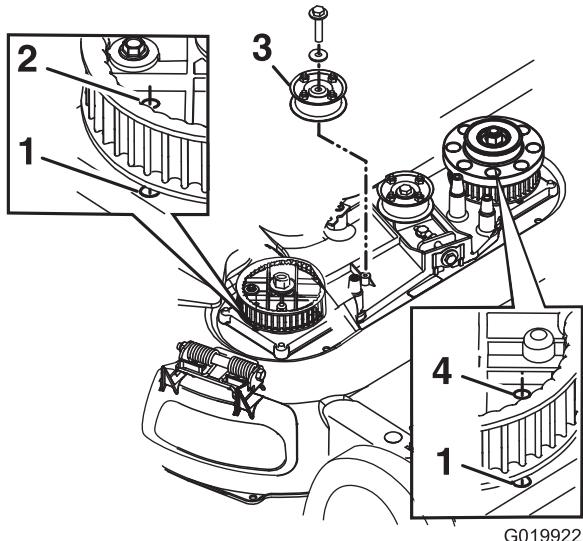

Bild 41
8. Entfernen Sie die fixierte Spannscheibe und die Befestigungen (Bild 41).
10. Fluchten Sie die Löcher in den rechten und linken Kettenradlöchern mit den Löchern im Gehäuse aus, wie in Bild 41 abgebildet.